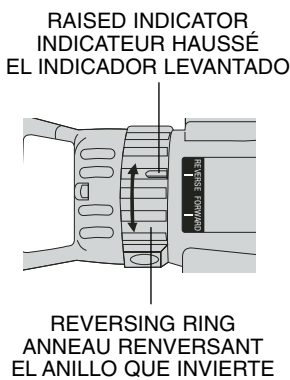

FIG. 4
- Using a wooden mallet or similar object, strike key sharply in a counterclockwise direction (Fig. 4). This will loosen chuck so that it can be unscrewed by hand.
2. Placer la clé dans le mandrin de la façon montrée à la figure 4.
3. À l'aide d'un maillet de bois ou d'un objet semblable, frapper la clé d'un coup sec dans le sens horaire de façon à desserrer la vis à l'intérieur du mandrin (fig. 4).